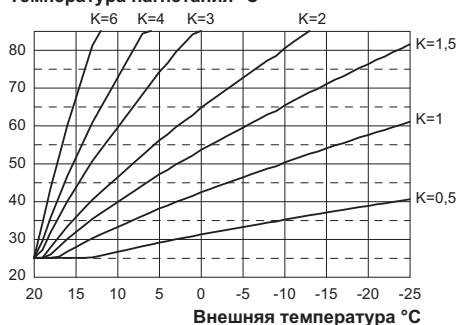
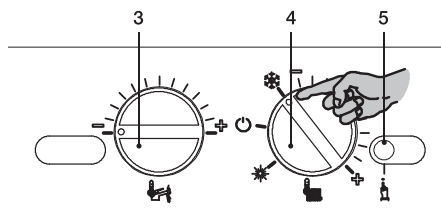
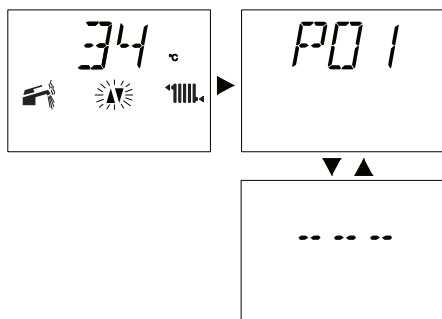

Рисунок 5.26
Рисунок 5.27
Рисунок 5.29
При подключении внешнего датчика с целью оптимизации температуры отопления данный параметр необходимо настроить с учетом производительности системы (Рисунок 5.26).
Например, чтобы обеспечить в системе отопления температуру нагнетания, равную 60 °С, когда внешняя температура равна -5 °С, необходимо установить коэффициент К на 1,5 (пунктирная линия, см. Рисунок 5.26).
- Установите регуляторы 3 и 4 так, как показа но на следующем рисунке (см. Рисунок 5.27).
- Чтобы настроить коэффициент К (см. Рисунок 5.26), войдите в режим программирования, нажав и удерживая в течение 15 с кнопку сброса 5 (Рисунок 5.27), пока на ЖК-дисплее не появится параметр P01. На ЖК-дисплее последовательно отобразятся следующие символы (параметр P01 будет загораться поочередно. Рис. 5.29
- Нажмите кнопку сброса 5 (Рисунок 5.27) и пролистайте параметры, пока не дойдите те до параметра P15, предназначенного для настройки коэффициента К. На ЖК- дисплее последовательно отобразятся следующие символы (параметр P15 будет загораться поочередно с 00). см. рис. 5.30